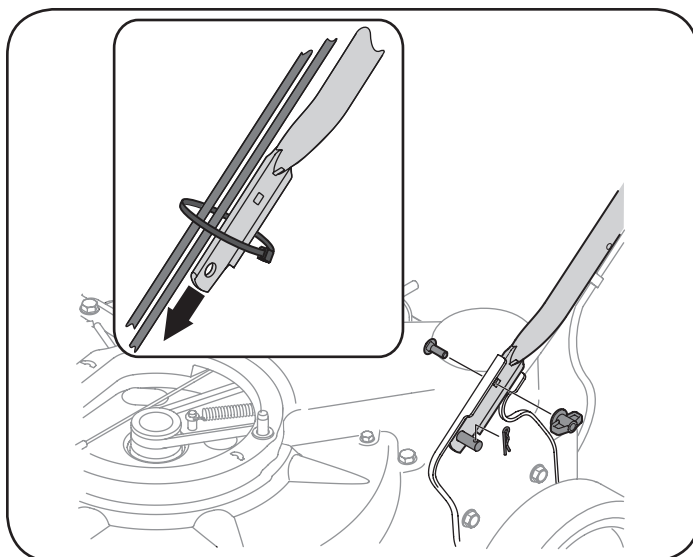

Figura 2
- a. Sitúe los agujeros inferiores de la manija inferior sobre los pernos de los soportes de la manija, y asegúrelos con broches de horquilla. Vea la figura 2.
- b. Inserte los tornillos del carro desde el lado de afuera a través del agujero superior de la manija inferior y asegúrelos con tuercas de mariposa. Vea la figura 2.